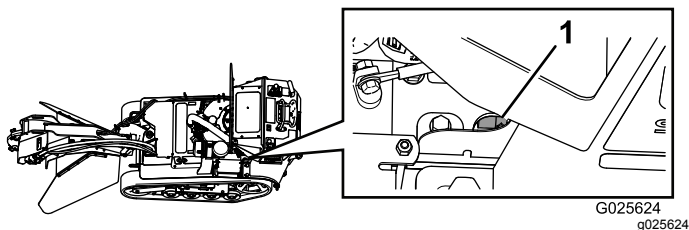

図 40
**注** 燃料バルブは、バッテリーの後ろからフレームを抜ける形でアクセスすることも可能です **図 40**。